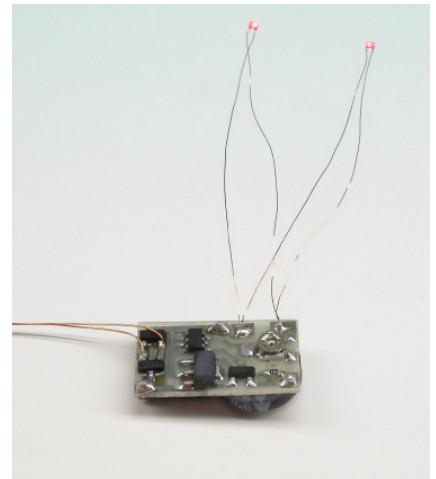

Bild 2: korrekter Anschluss der LEDs
7. Auf Bild 2 sind außerdem die Anschlüsse für die LEDs zu sehen. Der Baustein betreibt max 3 LEDs in rot. Alle LEDs sind parallel zu schalten. Die Helligkeit kann mit dem Einstellregler verändert werden. Vorsicht, dieser ist eine sehr kleine Ausführung. Bitte nur passendes Werkzeug nehmen und keine Gewalt anwenden. Anschläge links und rechts beachten, nicht darüber hinaus drehen.